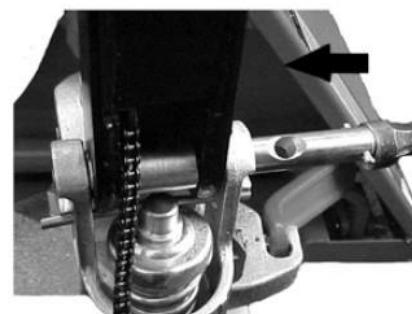

Fig. 6: Montagem do eixo
a) Insira o Timão (1) dentro do pistão da bomba, em seguida, use um martelo para inserir o eixo com furo na bomba hidráulica e no timão. (Fig.6)